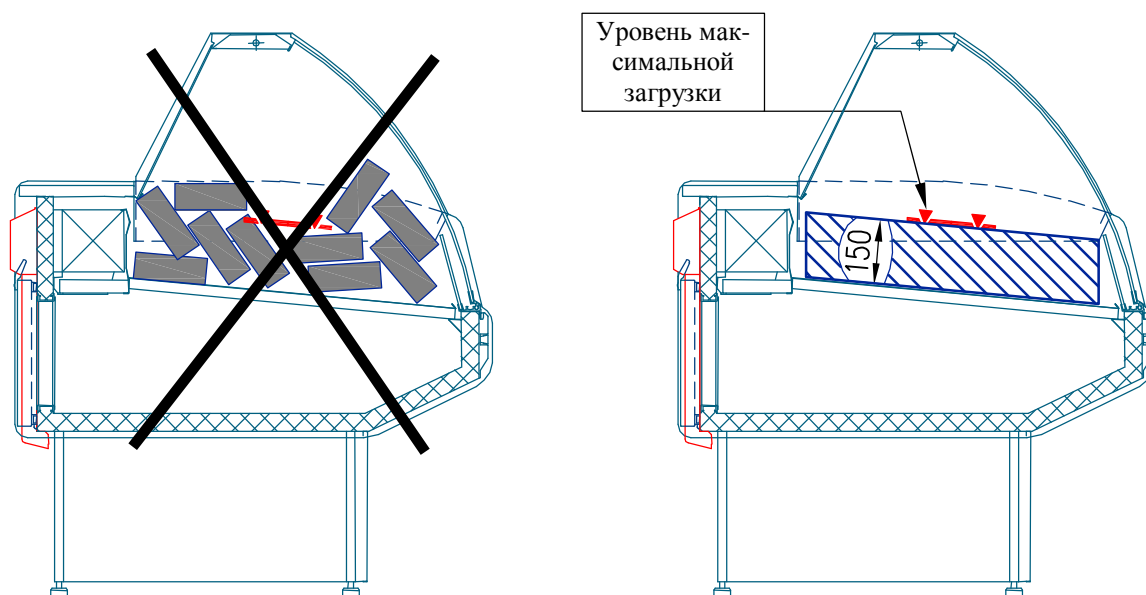

Рис. 4. Загрузка витрины продуктами
- Ø Проверить правильность расположения продуктов в витрине, согласно п. 3.7 и рис. 4.